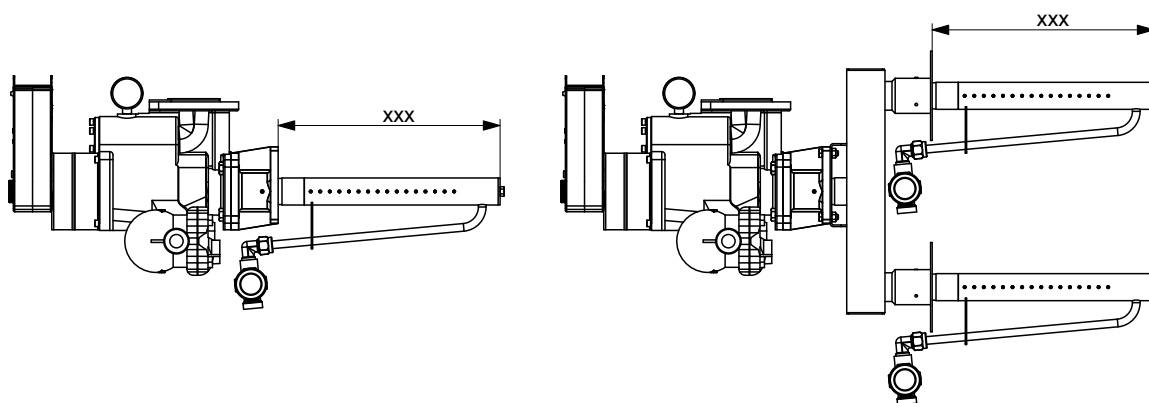

Fig. 22 : Longueur du tube à vapeur DL40
- **178:** longueur de 178 cm à partir de la bride de la vanne ou du collecteur (voir cote « xxx » dans Fig. 22)